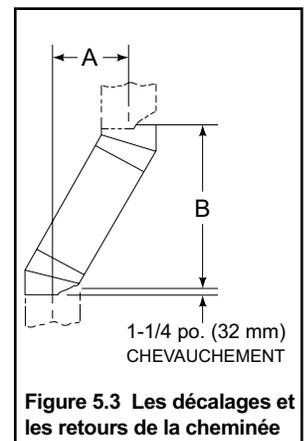

Figure 5.3 Les décalages et les retours de la cheminée
- Mesurez de combien la cheminée devrait-elle être décalée pour contourner l'obstacle au-dessus. Voir Figure 5.3. Utilisez la dimension A pour déterminer quelles sont les sections requises pour obtenir le décalage nécessaire.
Exemple : Votre dimension A de la Figure 5.3 est 14-1/2 po. (368 mm). En utilisant le Tableau 5.2, la dimension la plus proche, mais non plus petite que 14-1/2 po. (368 mm) est 14-5/8 po. (571 mm) en utilisant le décalage/retour de 30°. On peut donc déterminer à l'aide du tableau que vous avez besoin de 33 po. (838 mm) (Dimension B) entre le décalage et le retour. Les composants de la cheminée qui sont le mieux appropriés à votre installation sont deux SL312s